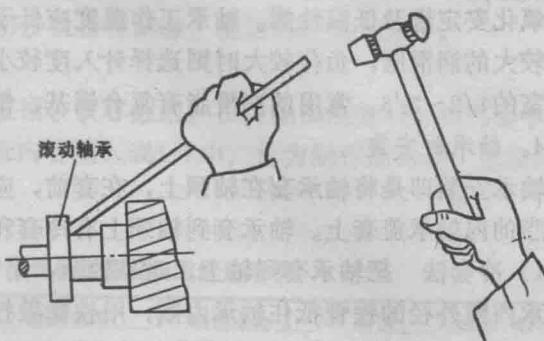

图 1-8 用金属棒敲打拆卸滚动轴承
2) 用金属棒拆卸 把金属棒顶住轴承内圈上，用榔头敲打金属棒，敲打时要沿轴承内圈的四周均匀用力，把轴承敲出，如图 1-8 所示。切勿用榔头直接敲打轴承，以免把轴承敲坏。